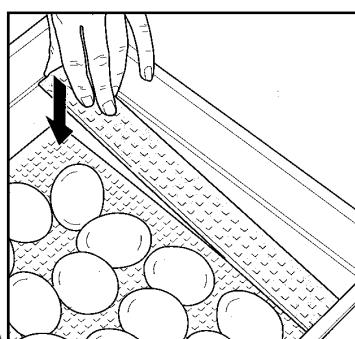

Fig. 6
- I) Trous jours avant l'éclosion enlevez les séparateurs de la couveuse pour qu'ils ne constituent pas un obstacle pour les poussins à naître. Déplacez la grille coulissante en position équidistante par rapport aux parois et couvrez les espaces qui se créent en positionnant un séparateur en position oblique pour empêcher aux poussins de tomber au dessous (voir Fig. 6).